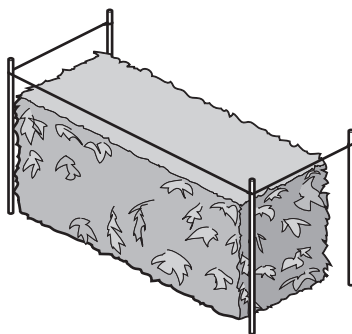

Fig. 9
- Use una cuerda para nivelar los setos. Estire una cuerda a lo largo de la parte superior del seto a la altura deseada y corte el seto justo encima del nivel de la cuerda (Fig. 9).